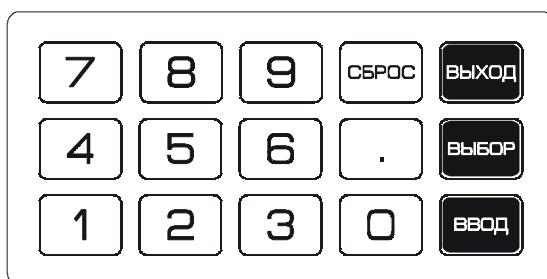

Рис. 2. Вид клавиатуры.
3.1.2. Клавиатура (рис.2) расположена справа на лицевой панели прибора и предназначена для ввода информации. Клавиатура содержит цифровые клавиши, клавишу ":" (далее ТОЧКА), служебные клавиши СБРОС, ВЫХОД, ВЫБОР и ВВОД.